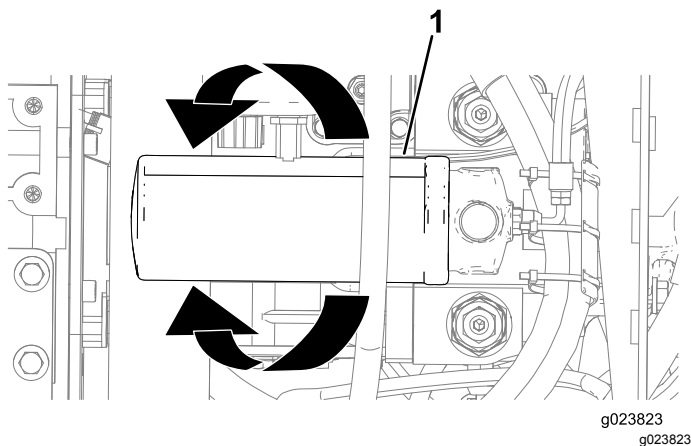

Bild 121
3. Stellen Sie eine Auffangwanne oder legen Sie mehrere Lappen unter den hydrostatischen Ladefilter (Bild 121).
4. Drehen Sie den hydrostatischen Ladefilter nach links und nehmen den Filter ab (Bild 121).
6. Fluchten Sie den hydrostatischen Ladefilter mit der Stelle aus und drehen Sie ihn nach rechts, bis die Dichtung des Filters den Adapter berührt (Bild 121).